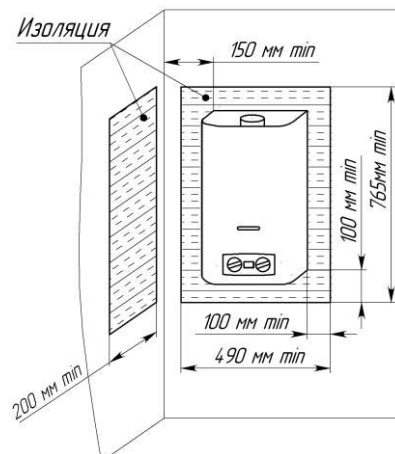

Рис. 4. Установка аппарата на трудносгораемых стенках
7.1.6. Допускается установка аппарата на трудносгораемых стенах при условии изоляции стены оцинкованным листом толщиной $0,8\text{...}1\text{ мм}$ по листу базальтового теплоизоляционного картона БТК толщиной $3\text{...}5\text{ мм}$. Изоляция стены должна выступать за габариты корпуса аппарата не менее чем на 100 мм с каждой стороны (см. рис. 4).